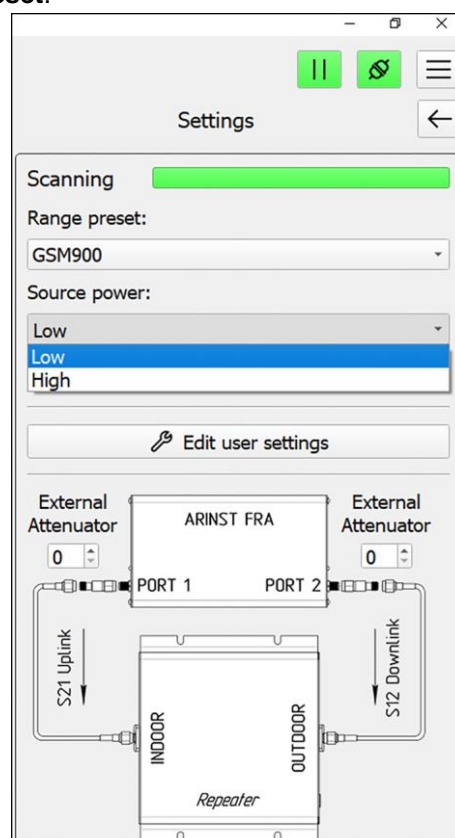

Рисунок 10.7 – Выбор уровня зондирующего сигнала
10.5.6. Установите уровень **High** или **Low** зондирующего сигнала **Source power** (Рисунок 10.7). Средний уровень мощности зондирующего сигнала соответствует значениям: **High** -60 дБм, **Low** -70 дБм.